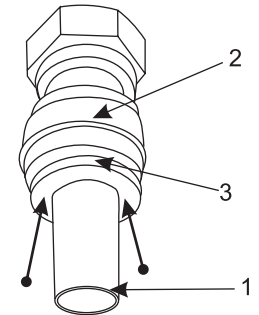

Рис. 2
Подсоединение к колбе осуществляется с помощью специального фитингового соединения (рис. 2)
- 2.2. Для того чтобы снять трубку, необходимо приложить небольшое усилие на стопорное кольцо (поз. 3) - см. стрелки на рис. 2 и вынуть трубку.